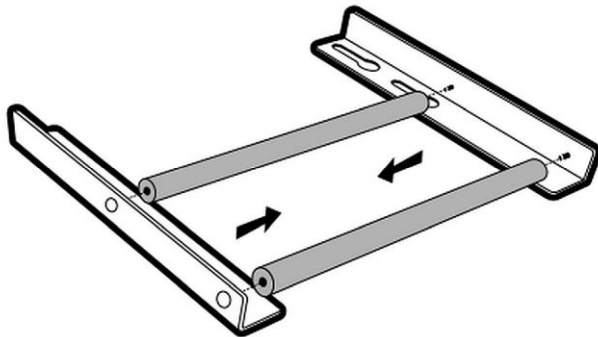

Рис. 2
1. Послабити чотири гвинти на задній панелі пристрою на 3 повних оберти (рис. 2).